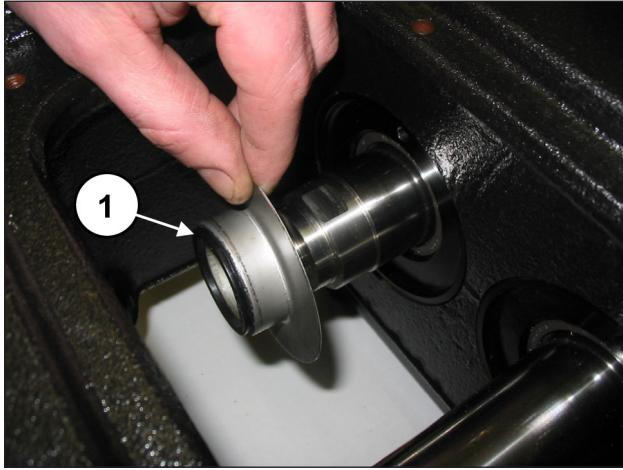
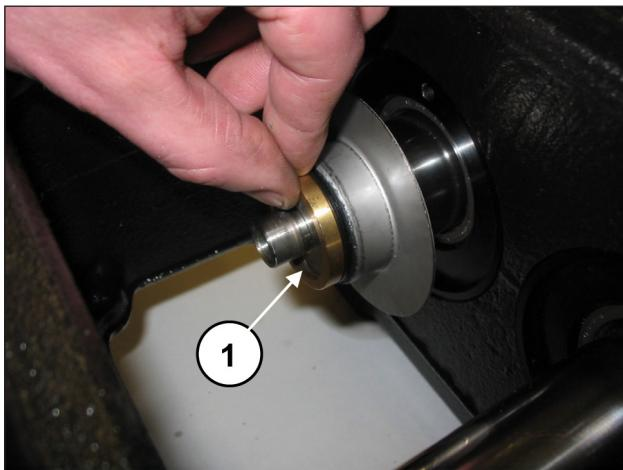

Fig. 97
Fig. 98
Posizionare il paraspruzzi e l'anello distanziale paraspruzzi nell'alloggiamento sullo stelo guida pistone (pos. 1, Fig. 97 e Fig. 98).